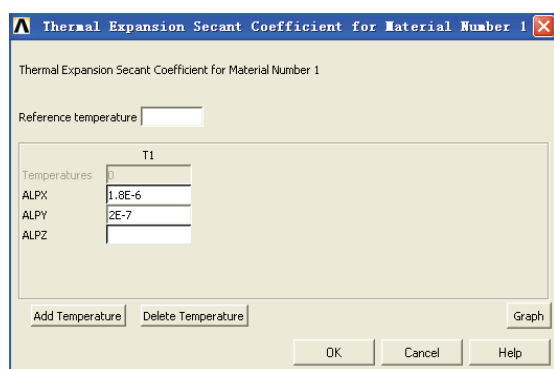

图 6-9 输入热膨胀系数对话框
3) 在 Material Models Available 一栏中依次单击 Structural、Thermal Expansion、Secant Coefficient、Orthotropic 选项, 出现 Thermal Expansion Secant Coefficient for Material Number 1 对话框, 在 ALPX 输入栏中输入 $1.8E-6$, 在 ALPY 输入栏中输入 $2E-7$, 如图 6-9 所示, 单击 OK 按钮关闭该对话框。